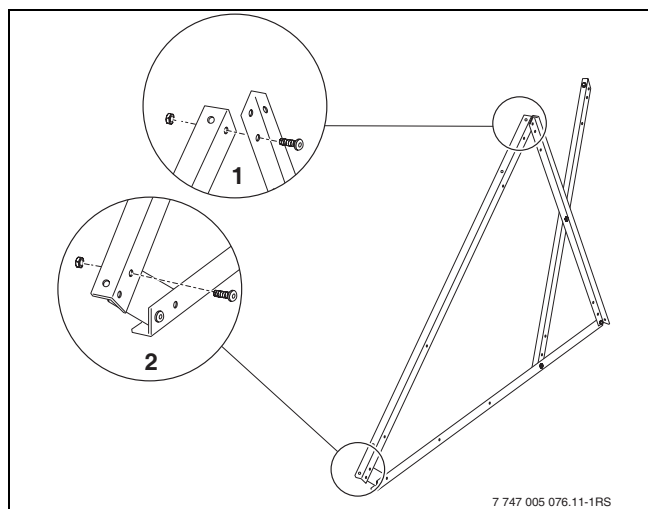

Fig. 18 Montar el perfil de soporte del captador
- Atornillar el perfil de soporte del captador por arriba al perfil de soporte del acumulador (Fig. 18, (1)) y por debajo al apoyo (2).